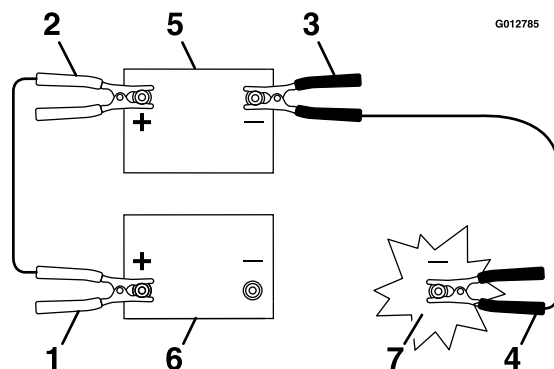

Рисунок 49
3. Подсоедините положительный (+) кабель к положительной (+) клемме разряженной аккумуляторной батареи, которая соединена со стартером или электромагнитом, как показано на Рисунок 49.